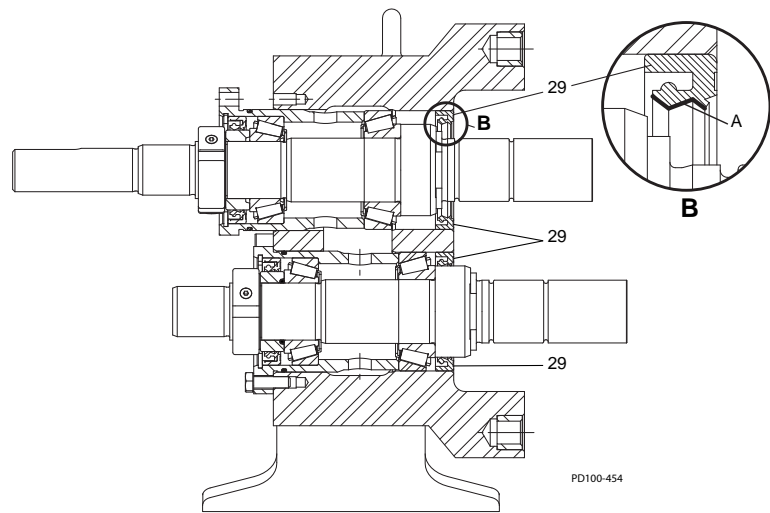
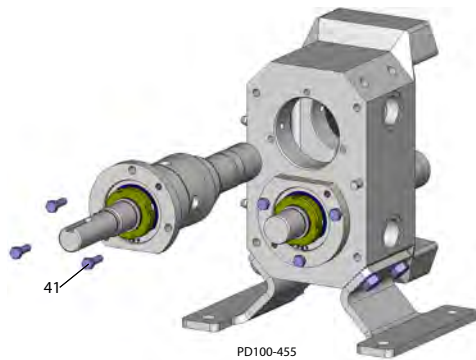

Abb. 48- Lagerfett auftragen
Abb. 49- Mit Kopfschrauben sichern
1. Siehe Abb. 48. Tragen Sie auf den Innendurchmesser (Pos. A) der Dichtlippen der vorderen Dichtringen (Pos. 29) Lagerfett auf.
- Montieren Sie die Wellenbaugruppen im Getriebegehäuse und befestigen Sie diese mit Kopfschrauben (Abb. 49, Einzelheit 41). Tragen Sie einen dünnen Film Lagerfett in den Bohrungen und auf die Lageraußenringe auf, um die Montage zu erleichtern. Seien Sie während der Montage vorsichtig, um die Dichtlippen (Abb. 48, Einzelheit 29) nicht zu beschädigen.